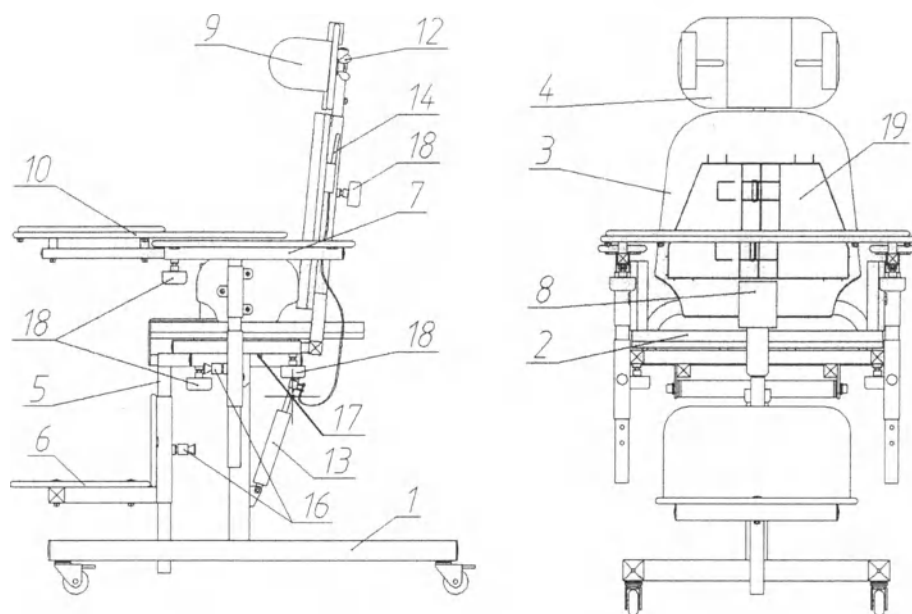

Рисунок 1
Стул (рис.1) состоит из: основания (1), сидения (2), спинки (3), подголовника (4), направляющей для ног (5), подножки (6), двух подлокотников с боковыми упорами (7), абдуктора (8), двух упоров для шеи (9). Спинка, сидение и боковины обтянуты. Спинке, сидению и направляющей для ног можно придать наклон с помощью газовой пружины (13), нажав на ручку (14). Подголовник, подножка, боковины регулируются по высоте фиксаторами и барашком (16, 18). Спинка регулируется по глубине барашком (18). Конечное положение выдвинутой спинки фиксируется кнопочным фиксатором (17). Абдуктор и упоры для шеи крепятся в нужном положении соответственно барашком (18) и фиксаторами (12). Стул комплектуется столом (10) и лифчиком для фиксации тела (19).